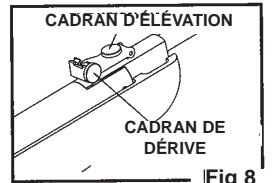

Fig. 8
- La hauteur se règle à l'aide du cadran d'élevation situé sur le support de la hausse. Tournez le cadran dans le sens anti-horaire pour que le plomb touche la cible plus haut et tournez le cadran dans le sens horaire pour que le plomb touche la cible plus bas. (Fig. 8).
- La dérive se règle en tournant le cadran situé sur le côté droit de la hausse. Tournez le cadran dans le sens anti-horaire pour que le plomb touche la cible sur la gauche et tournez le cadran dans le sens horaire pour que le plomb touche la cible sur la droite (Fig. 8).